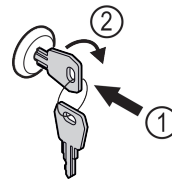

Fig. 160 Voorbeeld
- ▶ Sleutel erin duwen Fig. 160 (1).
- ▶ Sleutel 90° rechtsom draaien Fig. 160 (2).